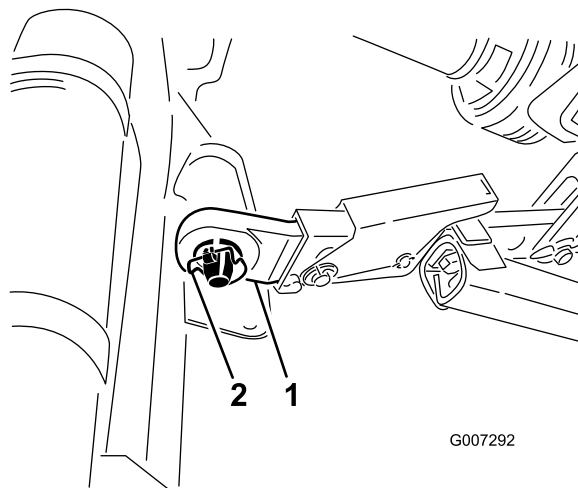

Figura 4
5. Inserite i bracci articolati inferiori nei perni dell'attacco di traino (Figura 4).
6. Fissate i bracci articolati inferiori ai perni dell'attacco di traino con gli acciarini (Figura 4).